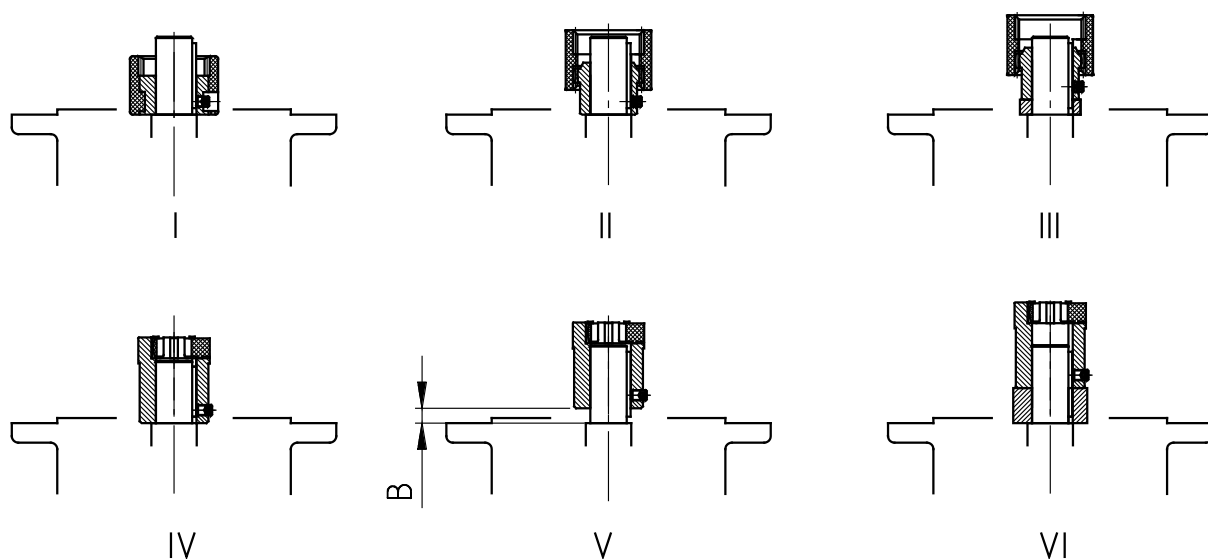

Рисунок 17: Установка разных видов муфты на вал двигателя
3. Насадить соединительную муфту на вал двигателя до упора в буртик согласно указаниям изготовителя двигателя. Если прилагаются распорные втулки, в установках с двигателем типоразмеров 90, 160, 180 и 225 установить распорную втулку между соединительной муфтой и буртиком. В цилиндрических редукторах Standard соблюдать расстояние В между соединительной муфтой и буртиком (см. рис. Рисунок 17). В некоторых NEMA-адаптерах положение муфты необходимо отрегулировать в соответствии с указаниями на наклейке.